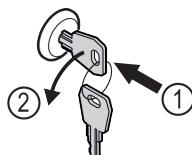

Fig. 170
- Πιέστε μέσα το κλειδί. Fig. 170 (1)
- Περιστρέψτε το κλειδί 90° αριστερόστροφα. Fig. 170 (2)